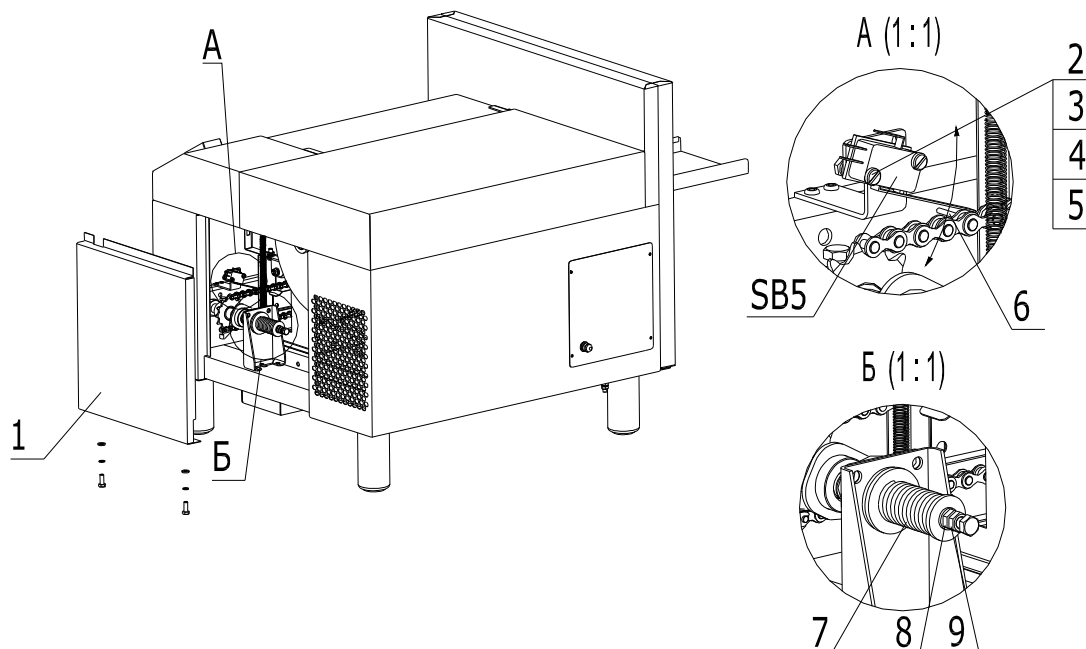

Рис.6
7.1. Регулировка микровыключателя (рис.6)
7.2. Регулировка подтормаживающей пружины (рис.6)